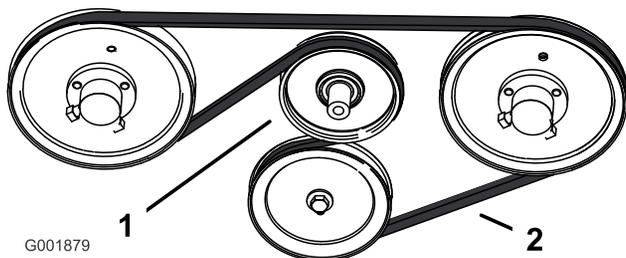

Figure 65
3. Pour remplacer la courroie, abaissez la poulie de tension rappelée par ressort et enlevez la courroie des poulies du moteur et de la pompe hydraulique (Figure 65). Enlevez la courroie entre les poulies.
4. Montez la courroie neuve sur les poulies du moteur et des pompes hydrauliques (Figure 65).
5. Abaissez la poulie de tension rappelée par ressort et alignez-la sous la courroie d'entraînement, puis relâchez-la (Figure 65).